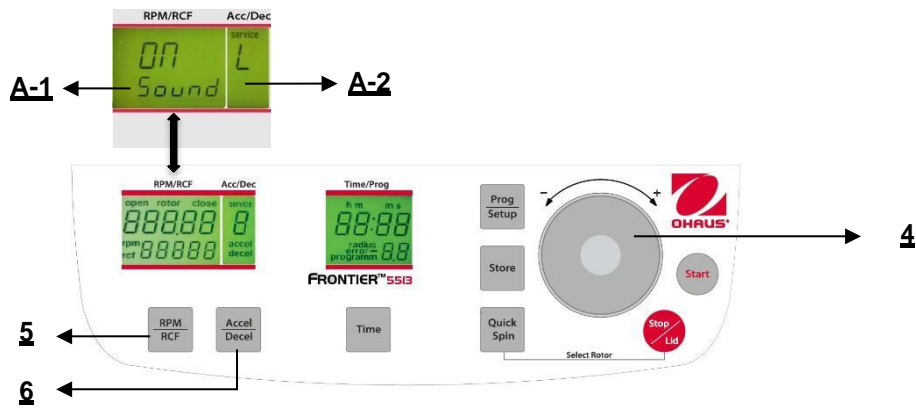

Figura. 30
Procedere come descritto al punto 4.1.2 per inserire questa modalità programma e poi premere il tasto **"Accel/Decel"** (6). Sul display **"Acc/Dec" (A-2)** lampeggia la parola **"Service"**. Selezionare adesso la lettera **"L"** con la quadrante di regolazione (4). Di conseguenza, compaiono le parole **"On Sound"** sul display **"RPM/RCF" (A-1)**. Se adesso si preme il tasto **"RPM/RCE" (A-1)**, lampeggia la parola **"On"** e si può disattivare la suoneria, con la quadrante di regolazione(4) (Vedere figura 30).